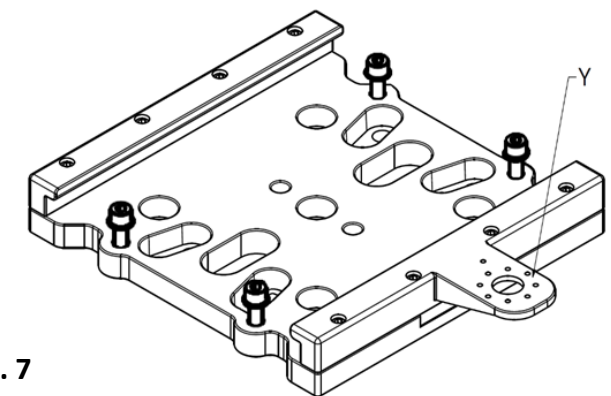

FIG. 7
3. **(FOR HBLIACCMBJ MODELS ONLY)** Attach the (customer supplied) electrical box on to "Y" on the mounting bracket (Fig. 7) using (2) supplied #8-32 screws. Torque to 9-12 lbs.in. Wire the (customer supplied) receptacle according to installation instructions supplied with it.
3. **(POUR MODÈLES HBLIACCMBJ SEULEMENT)** Fixer la boîte électrique (fournie par le client) sur le "Y" du support de montage (Fig. 7) avec les (2) vis n° 8-32 incluses. Serrer à un couple de 9-12 lb.po. Câbler la prise (fournie par le client) selon les directives de montage livrées avec cette dernière.
3. **(SÓLO PARA MODELOS HBLIACCMBJ)** Sujetar la caja eléctrica (Suministrada por el cliente) sobre la "Y" del soporte de montaje (Fig 7), usando los (2) tornillos #8-32 suministrados. Aplica par torsional de 9 a 12 lbs-pulg. Conecte el receptáculo (suministrado por el cliente) de acuerdo a las instrucciones de instalación suministradas.